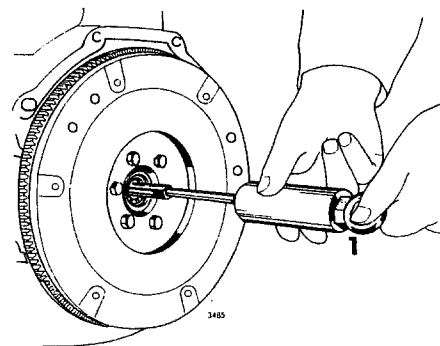

Fig 01-30. Utdragning av stödlager
1. Ta bort lagrets låsring och skyddsbricka samt dra ut lagret. Se fig 01-30.